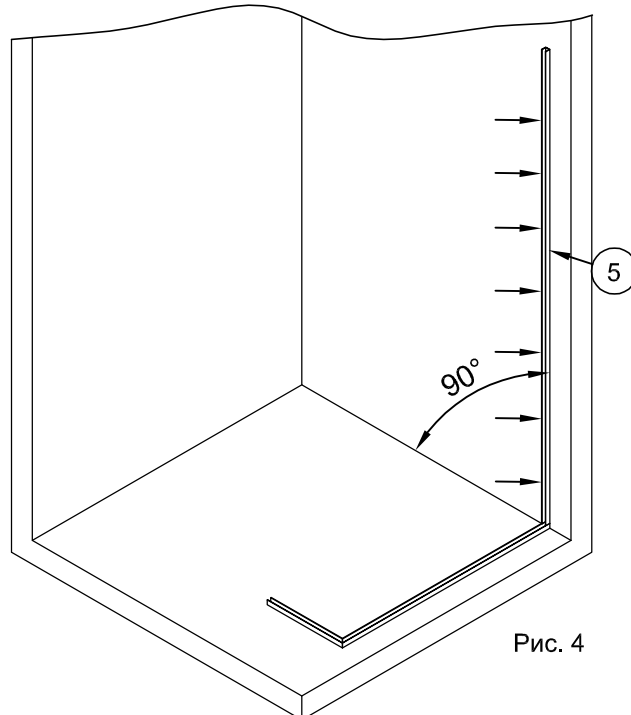

Рис. 4
2.1. Установить профиль №5, прижав его ко стене и к профилю на полу. При помощи строительного уровня обеспечить вертикальное его положение (рис.4).
2.2. Карандашом или фломастером провести разметку мест сверления отверстий под дюбели, используя отверстия в профиле №5 для его крепления (рис.4).